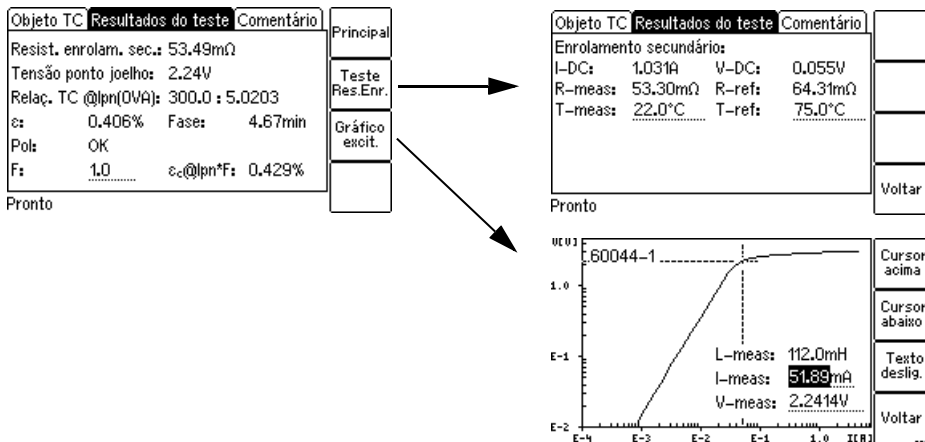

Figura 4-6: Cartão **Resultados do teste** após a conclusão do teste
1. Exiba o cartão **Resultados do teste** para visualizar os resultados (veja a Figura 4-6).